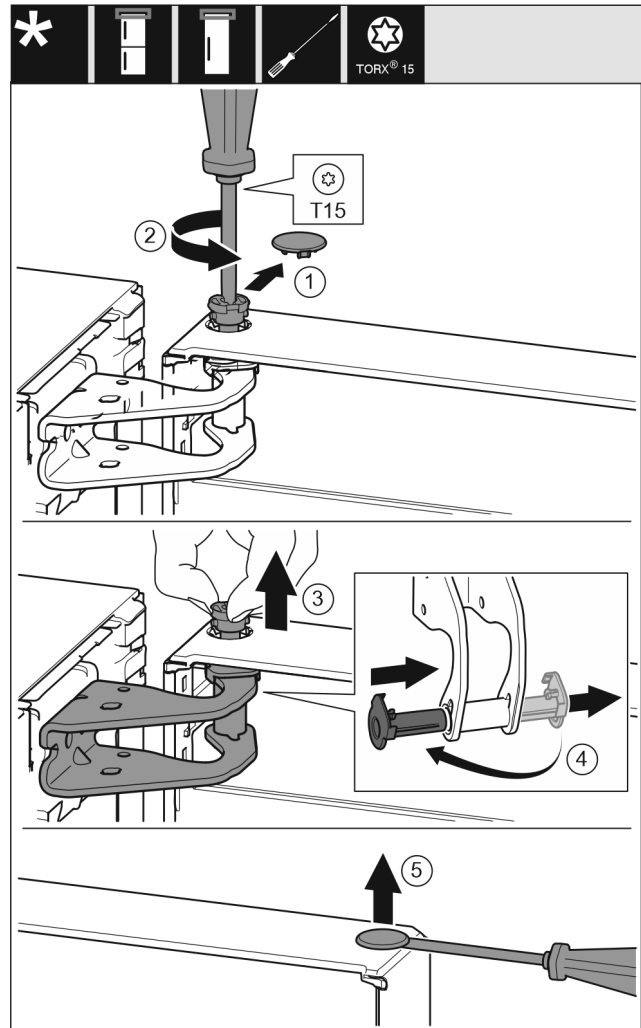

Fig. 12
- Trekk sikringsdekelet forsiktig av. Fig. 12 (1)
- Skru bolten ut et stykke med skrutrekker T15. Fig. 12 (2)
- Hold fast døren, og trekk bolten ut med fingrene. Fig. 12 (3)
- Trekk lagerbøssingen ut av føringen. Sett den inn fra den andre siden, og la den klikke på plass. Fig. 12 (4)
- Løft proppen forsiktig ut av dørens lagerbøssing med en skrutrekker, og trekk den ut. Fig. 12 (5)